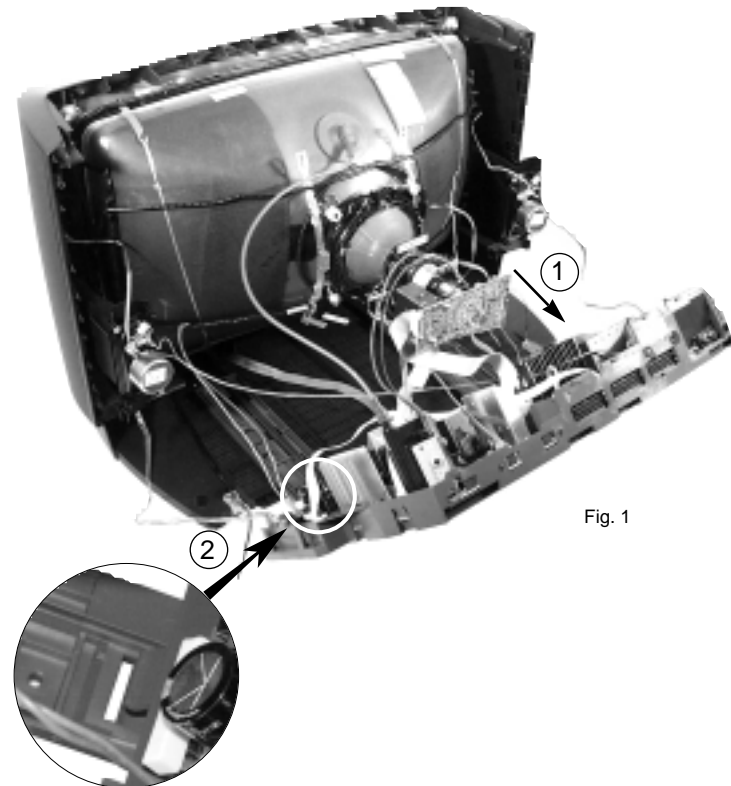

Fig. 1
- 1- Raise lightly the chassis, pull it (1) up to an intermediate position to get free.
- 2- Tip the chassis and insert the small tongue (2) in extremity of the maintain rail to fix the chassis in service position (Fig.1).
- 1- Soulever légèrement le chassis et le tirer (1) jusqu'à une position intermédiaire pour le dégager.
- 2- Basculer le chassis et engager les languettes (2) en extrémité des réglottes de maintien pour fixer le chassis en position de service (Fig.1).
- 2- Kippen Sie das Chassis und hängen es mit den Laschen (2) am Chassisrahmen in die sich am Ende der Führungsschienen befindlichen Ösen (Fig.1) ein.
- 1- Sollevare leggermente il telaio e tirarlo (1) fino ad una posizione intermedia per poterlo estrarre.
- 2- Inclinare e inserire le linguette (2) nelle apposite guide per mantenere il telaio fisso nella posizione service(Fig.1)
- 1- Alzar ligeramente el chasis, y dejarlo en una posición intermedia (1)
- 2- Bascular el chasis e insertar las lengüetas (2) en los extremos, para mantener el chasis fijo en la posición de servicio (Fig. 1).